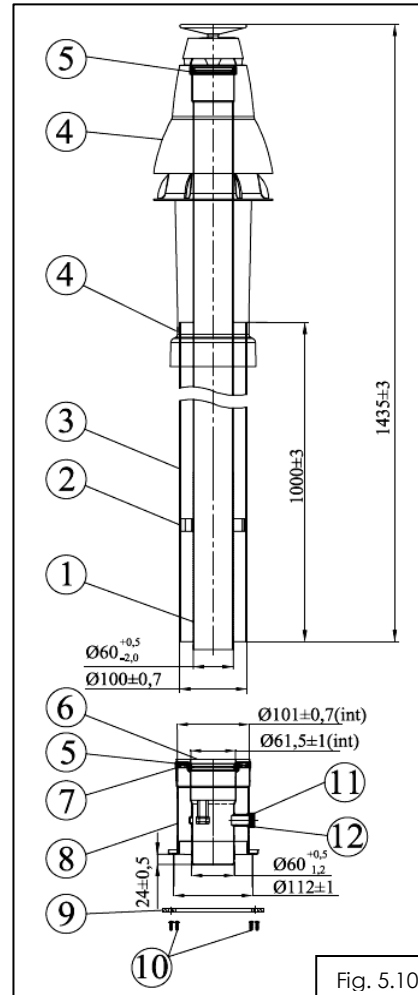

Fig. 5.10
**Kitul coaxial vertical, fig. 5.10 se livreaza doar la cerere.** Evacuarea gazelor se face printr-un tub de diametrul Ø60mm, coaxial cu tubul de admisie a aerului de diametrul Ø100 mm. Racordarea se face astfel:
- se fixeaza tubul de admisie (10) pe capacul superior al camerei presurizare cu 4 suruburi, avand grija ca intre capac si cot kit sa se pozitioneze garnitura aferenta;
- se fixeaza pe tubulaturile de admisie/evacuare avand grija sa se pozitioneze garniturile aferente. Se monteaza kitul montare acoperis (4).
Ca un exemplu, poziția punctelor A, B, C și D din fig.5.10 sunt stabilite următoarele temperaturi: